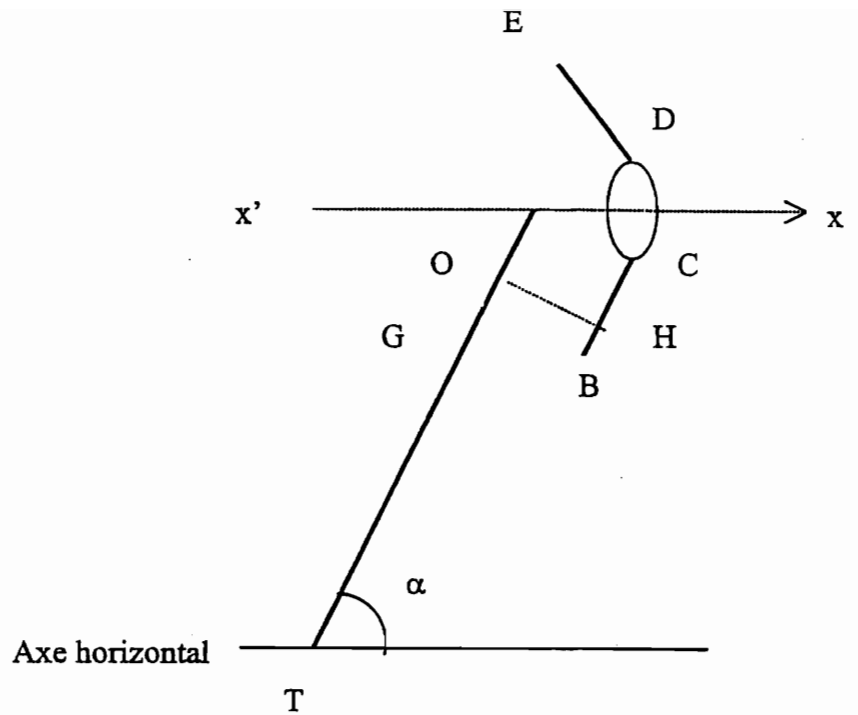

Figure 3
- Soit G le centre de gravité de l'ensemble constitué de la jambe et du pied et A le point d'application de la résultante des actions de contact entre le sol et le pied. A n'est pas représenté sur la figure 3.
La figure 3 est à reproduite à l'échelle 1/5. Pour les forces, on prendra 1 cm pour 100 N.